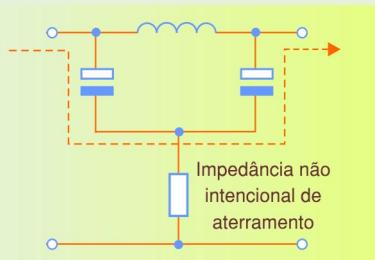

Figura 9 – Filtro com aterramento pobre..
- Aterramento pobre. Conexões de baixa impedância são fundamentais para boa filtragem de altas freqüências. A figura 9 ilustra este problema num filtro π simples. A alta impedância de aterrramento (pode ser resistiva ou indutiva) permite que as altas freqüências escapem do filtro.